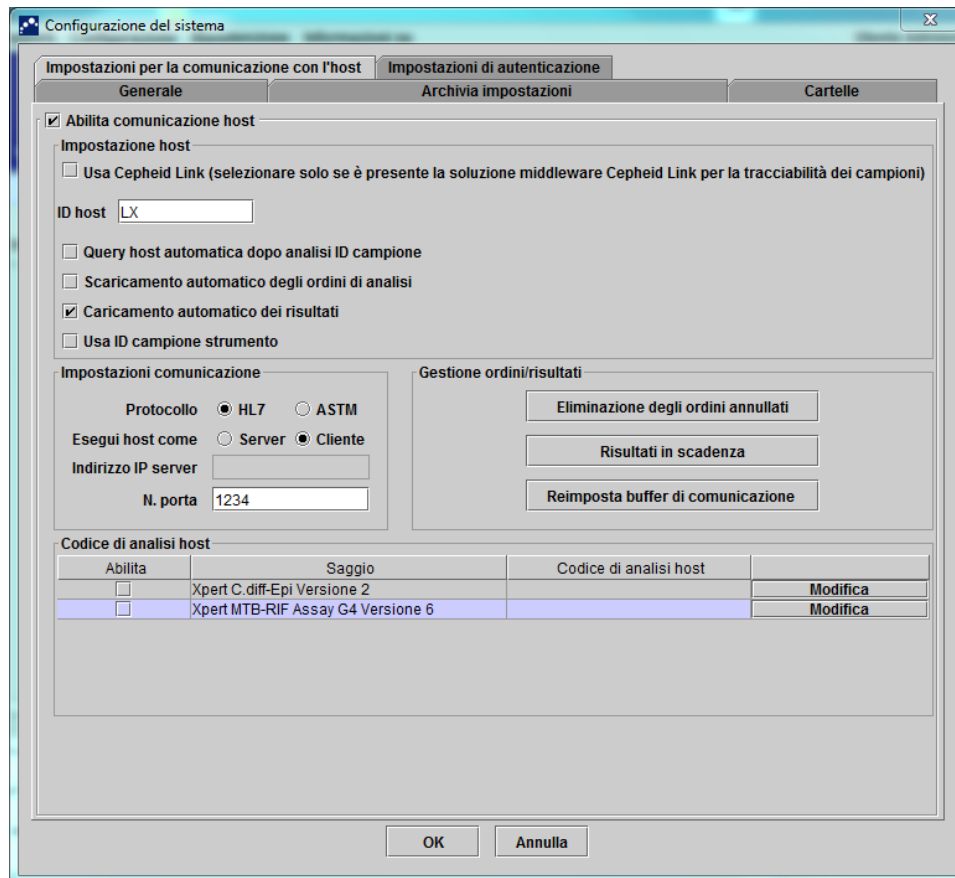
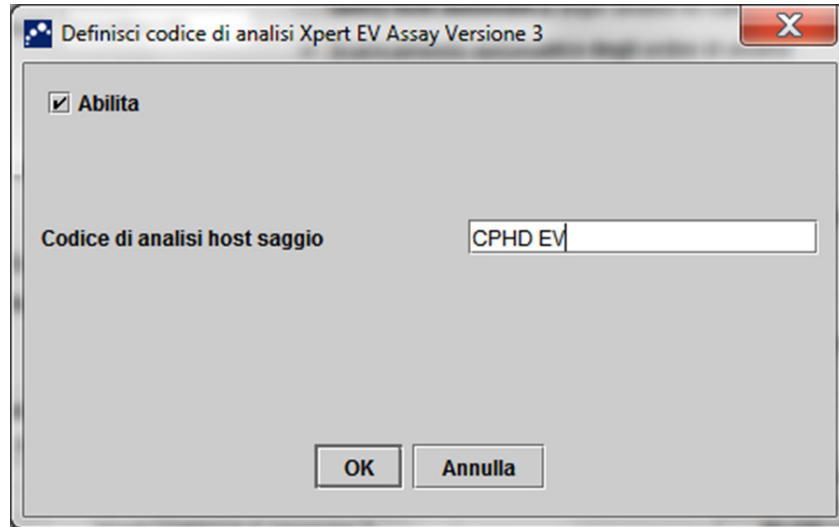
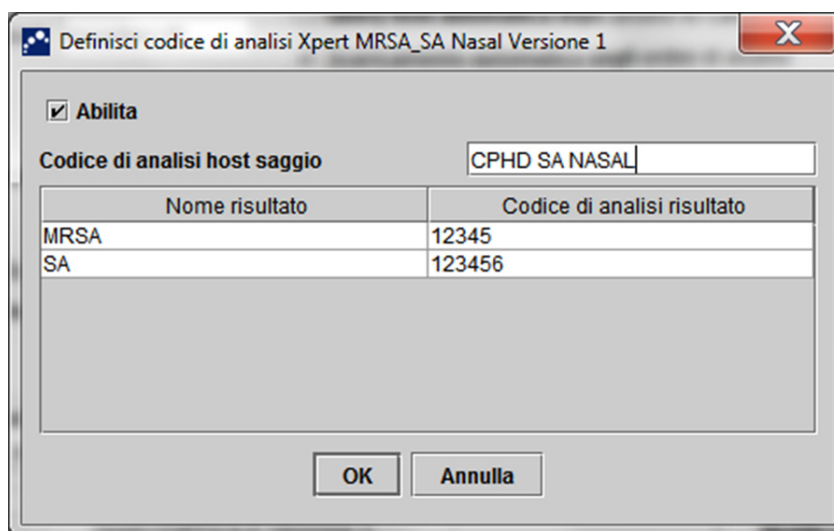

Figura 2-81. Finestra di dialogo Configurazione del sistema, scheda Impostazioni per la comunicazione con l'host
Figura 2-83. Finestra di dialogo Definisci codice di analisi per un saggio a singolo risultato
Figura 2-84. Finestra di dialogo Definisci codice di analisi per un saggio con più risultati
2. Fare clic sulla scheda **Impostazioni per la comunicazione con l'host**. Verrà visualizzata la scheda **Impostazioni per la comunicazione con l'host**. Vedere la Figura 2-81.
1. Nella sezione della tabella **Codice di analisi host** della scheda Impostazioni per la comunicazione con l'host (vedere la Figura 2-81), fare clic sul pulsante **Modifica** desiderato per modificare la relativa impostazione. Verrà visualizzata la finestra di dialogo Definisci codice di analisi. Vedere la Figura 2-83.
1. Nella sezione della tabella **Codice di analisi host** della scheda Impostazioni per la comunicazione con l'host (vedere la Figura 2-81), fare clic sul pulsante **Modifica** desiderato per modificare la relativa impostazione. Verrà visualizzata la finestra di dialogo Definisci codice di analisi. Vedere la Figura 2-84.
4. I nomi dei risultati riportati dal saggio sono elencati nel campo **Nome risultato**. Vedere la Figura 2-84.
5. Digitare il codice di test del risultato nel campo **Codice di analisi risultato** (vedere la Figura 2-84) corrispondente a ciascun nome del risultato che può essere riportato da questo saggio.